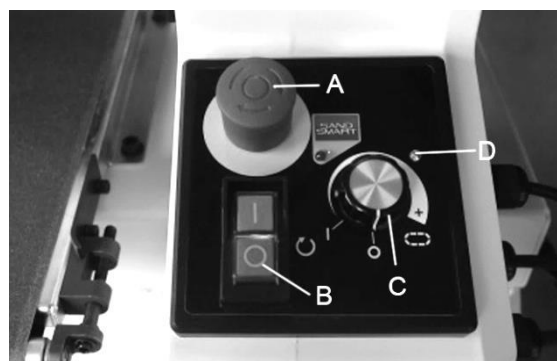

Figure 9-1: Panneau de commande
2. Déverrouillez l'arrêt d'urgence (A, Figure 9-1) en tournant le bouton rouge dans le sens des aiguilles d'une montre ou en le tirant vers le haut.
**Remarque : La lampe d'erreur (D) peut clignoter en continu, pour rappeler que le convoyeur n'est pas éteint.**